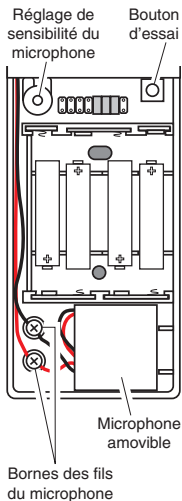

Figure 3
- Tournez le bouton de réglage de la sensibilité du microphone dans le sens horaire pour accroître la sensibilité du microphone (voir la Figure 3).
- Pliez doucement le microphone afin qu'il sorte du boîtier du module d'extension (voir la Figure 3).